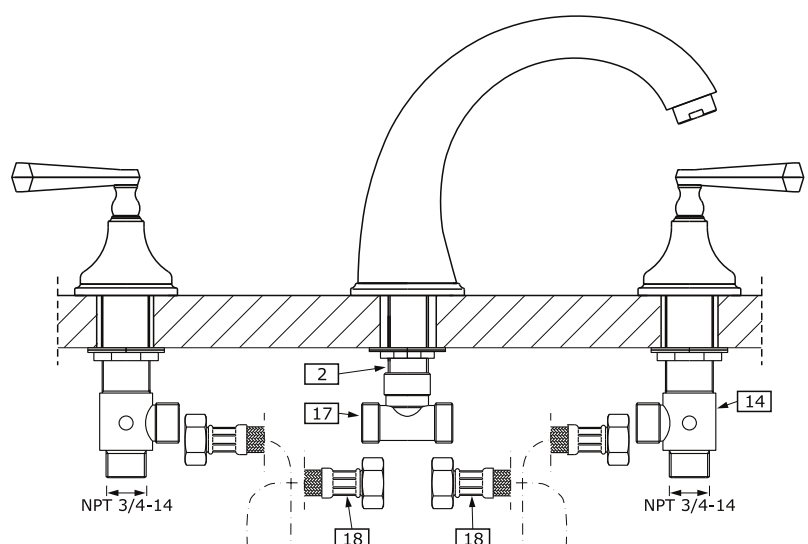

FIG. 4b
- ➔ Loop hose (18) as shown in fig. 4b and screw on the hose nut to the T-connection inlet. Repeat step for second hose (18).
- ➔ Colocar la manguera (18) como lo presenta la fig. 4b y apretarla con la tuerca de la manguera a la entrada de la conexión „T“. Repita el paso para el segundo manguera (18).
See fig. 4b & 4c